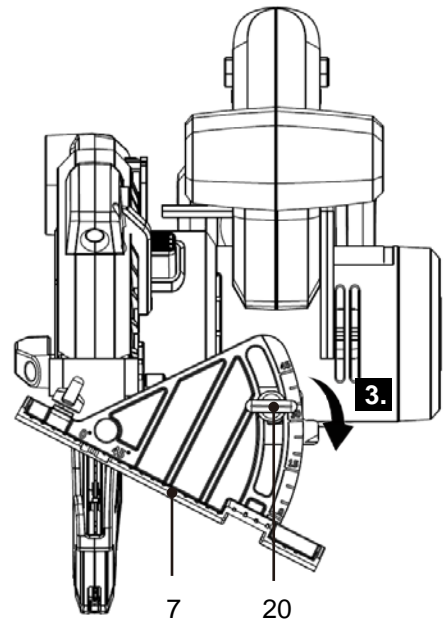

Fig. 12
2. Después de ajustar el ángulo de corte deseado, fije la placa base (7) girando la perilla de ajuste del ángulo de corte (20) en sentido horario para apretarla (Fig. 12, paso 3).